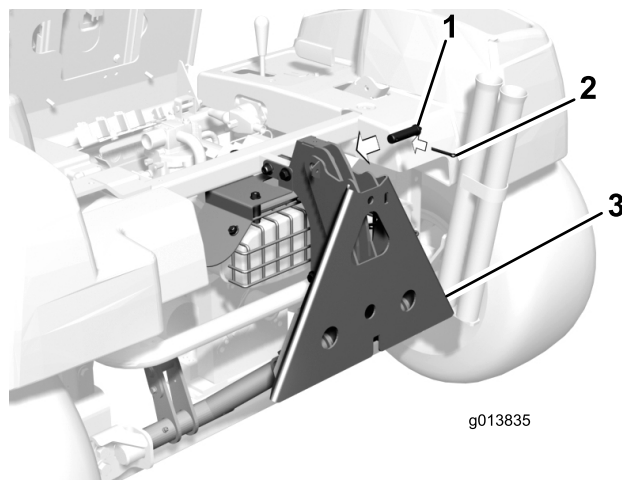

Figura 11
15. Rode a estrutura do adaptador QAS para cima e prenda-a à placa do cilindro com o contrapino e passador de forquilha (Figura 11).